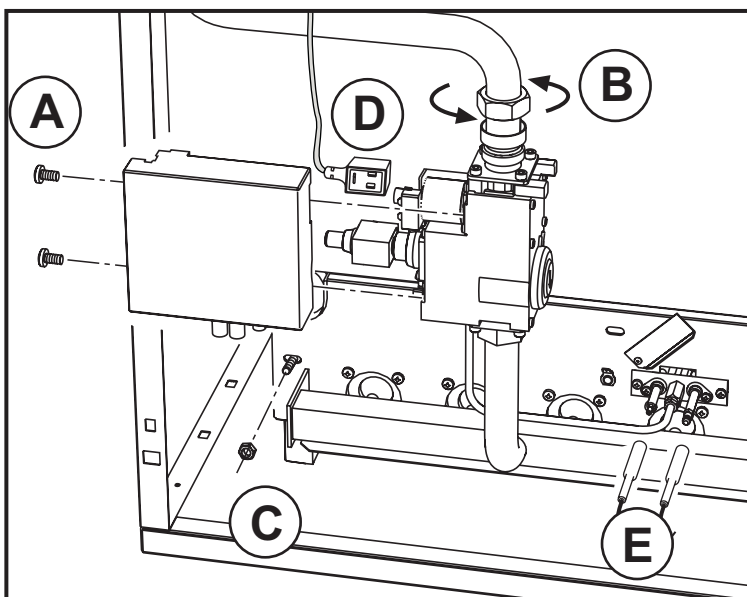
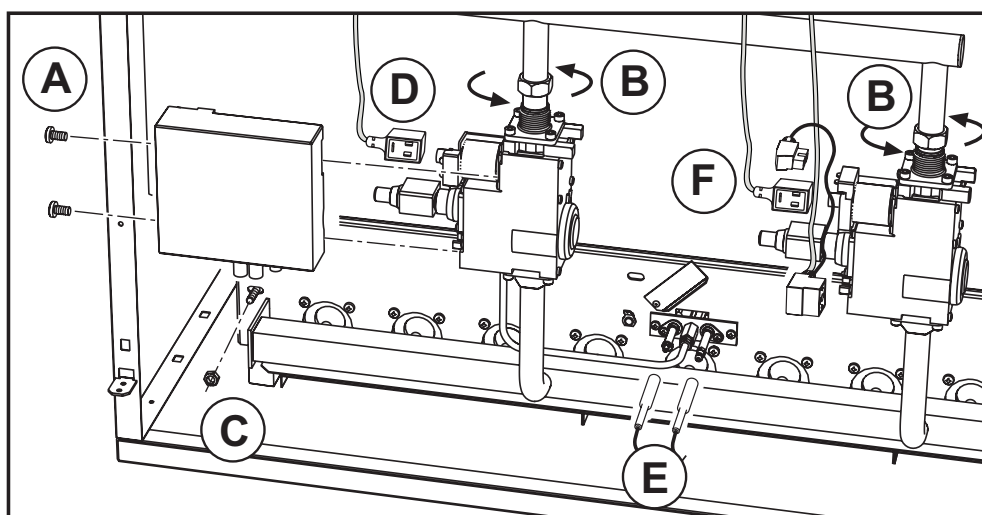

fig. 9 - Modelos 67, 77 y 87
fig. 10 - Modelos 97 y 107
- Desenrosque los dos tornillos (A) que fijan la centralita electrónica de control de llama a la válvula del gas (figs. 9 y 10) y extráigala de la válvula. Desenrosque el tornillo de fijación del conector (D - figs. 9 y 10) y extraiga el conector.
- En los modelos GASTER N 97 y 107 AW que tienen dos válvulas de gas, desenrosque también los dos tornillos de fijación de los dos conectores eléctricos (F) que alimentan la segunda válvula, y extráigalos de la válvula.
- Desenrosque la tuerca que fija el tubo de entrada de gas antes de la válvula (fig. 9). En los modelos 97 y 107, desenrosque las dos tuercas (fig. 10).
- Desenrosque las dos tuercas que fijan la puerta de la cámara de combustión a los elementos de fundición de la caldera (figs. 9 y 10).